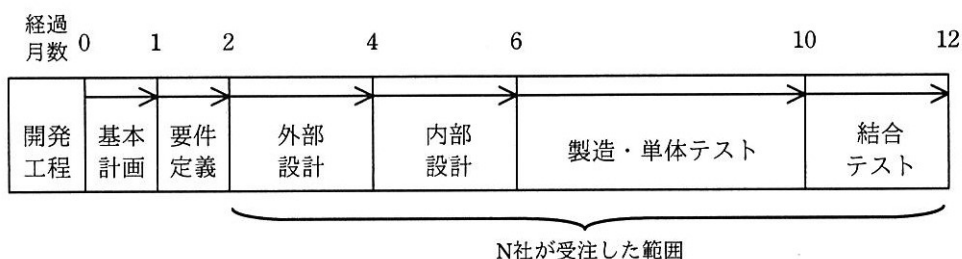

図1 刷新プロジェクトの結合テストまでのスケジュール
(1) S社から提示された刷新プロジェクトの結合テストまでのスケジュールは、図1のとおりである。